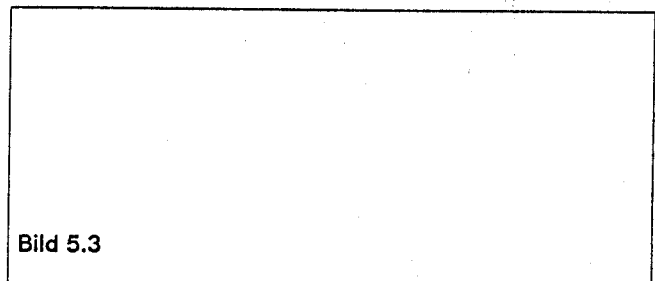

Bild 5.3
- Mitteldruckschlauch vom Bypassventil abschrauben und Anschluß KK einsetzen (Bild 5.3)